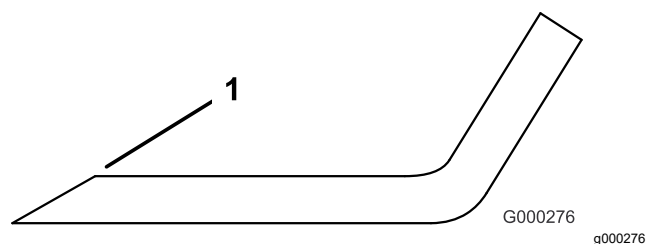

Рисунок 91
3. Проверьте режущие кромки всех ножей и заточите их, если они затупились или имеют зазубрины (Рисунок 91).
Примечание: Чтобы ножи всегда оставались острыми, затачивайте только верхнюю сторону режущей кромки и сохраняйте первоначальный угол заточки (Рисунок 91). Балансировка ножа не нарушается, если с обеих режущих кромок удаляется одинаковое количество материала.